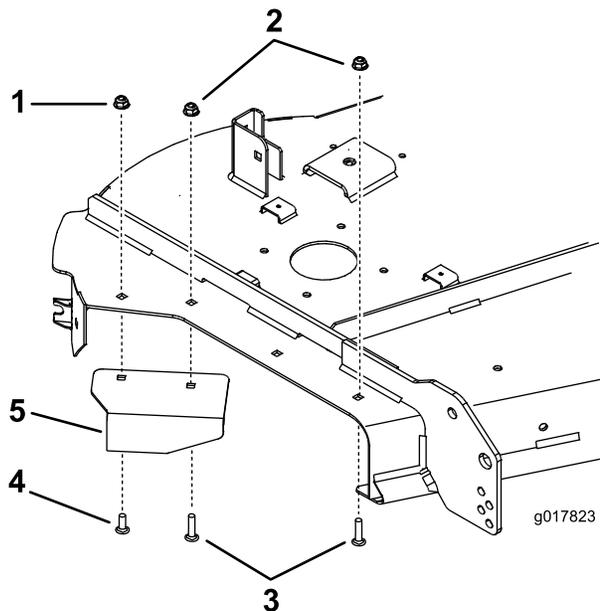

Figure 25
2. Posez le déflecteur existant au moyen des boulons et écrous après avoir déposé la plaque (Figure 25).
3. Placez un boulon de carrosserie et un écrou à embase dans le trou avant, comme montré à la Figure 25.